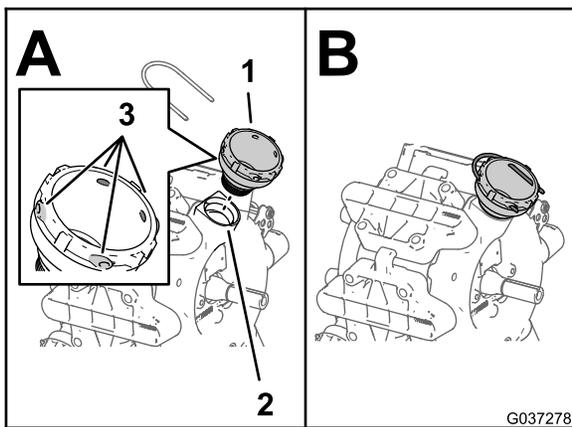
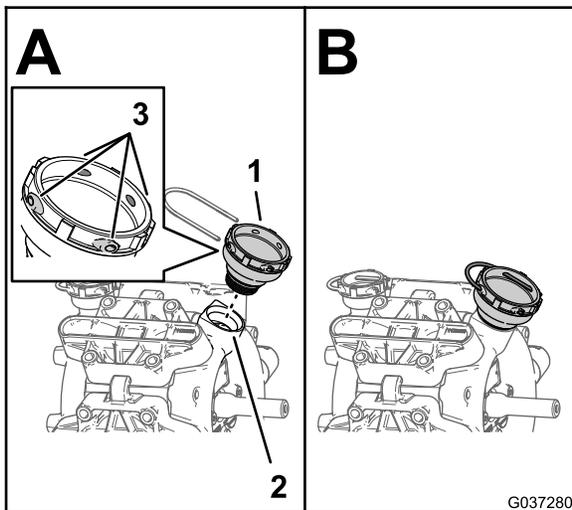

Figura 7
Figura 8
6. Monte el conector de 1/2" (38,1 mm) en el orificio de retorno de la bomba (Figura 7 o Figura 8).